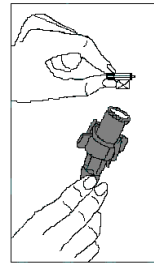

Fig. 11
- Nettoyez le filtre du tuyau d'arrivée d'eau côté robinet en le retirant manuellement avec le joint (Fig. 11).